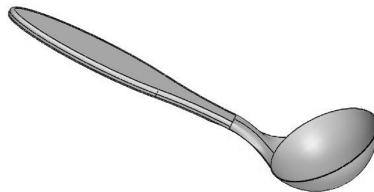

图 4-110 完成的勺子造型
- 25 至此，完成了勺子的造型设计，结果如图 4-110 所示。